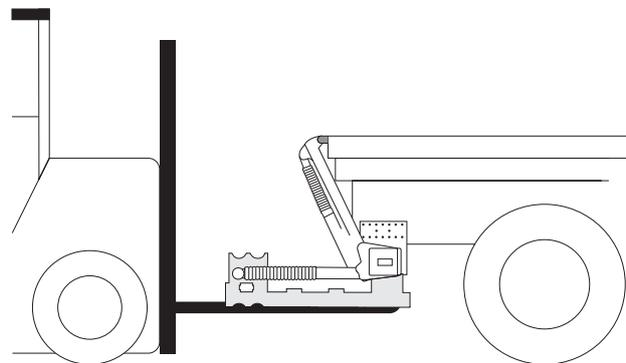

Figure 28. Utilisez l'emballage du hayon élévateur et un chariot élévateur
6. Le cadre de levage doit être positionné le plus haut possible en respectant toutefois la distance C indiquée. Ajuster le cadre à la hauteur souhaitée sous le cadre. Utilisez l'emballage du hayon élévateur et un chariot élévateur, voir Figure 28. L'ossature doit être parallèle au plancher de la superstructure et ne pas reposer contre le cadre du véhicule. Un jeu de quelques millimètres doit être maintenu. Si nécessaire, ajustez l'angle des bras en actionnant l'élévateur avec précaution.